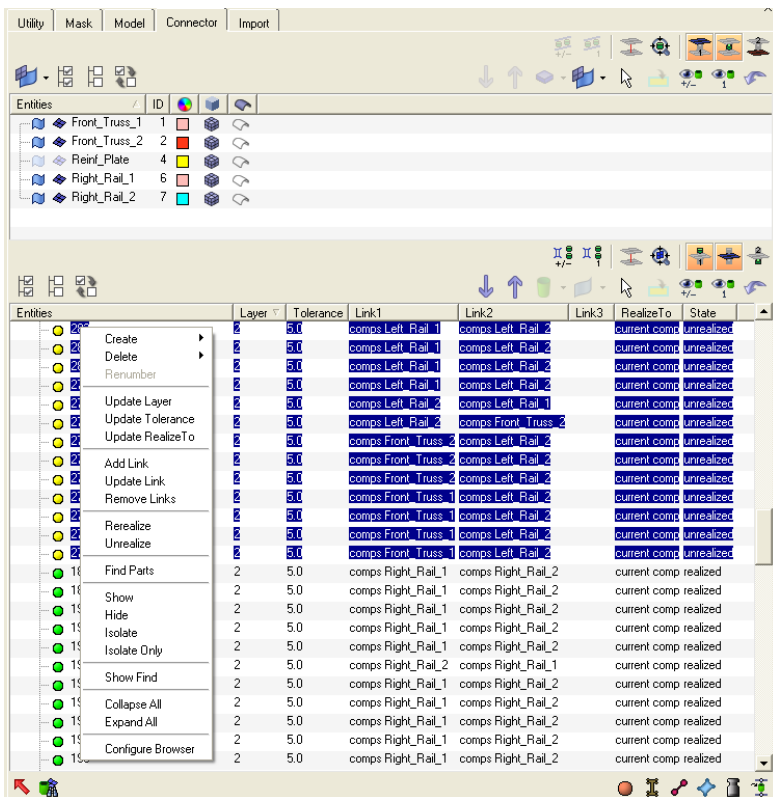

图 6-49 选择 Update Link
- (4) 再次单击 State 按钮，这样所有的未实现 connector 会显示在列表顶部。
- (5) 在 Entities 栏下，单击鼠标左键选择第一个 connector，按住〈Shift〉键，单击选择最后一个 unrealized connector，这样就选择了列表中所有的 unrealized connector。
- (6) 在 Entities 栏下单击右键，在弹出菜单中选择 Update Link。在 connector 窗口下弹出一个新的窗口，如图 6-49 所示。
- (7) 查看 Link1 和 Link2 栏。